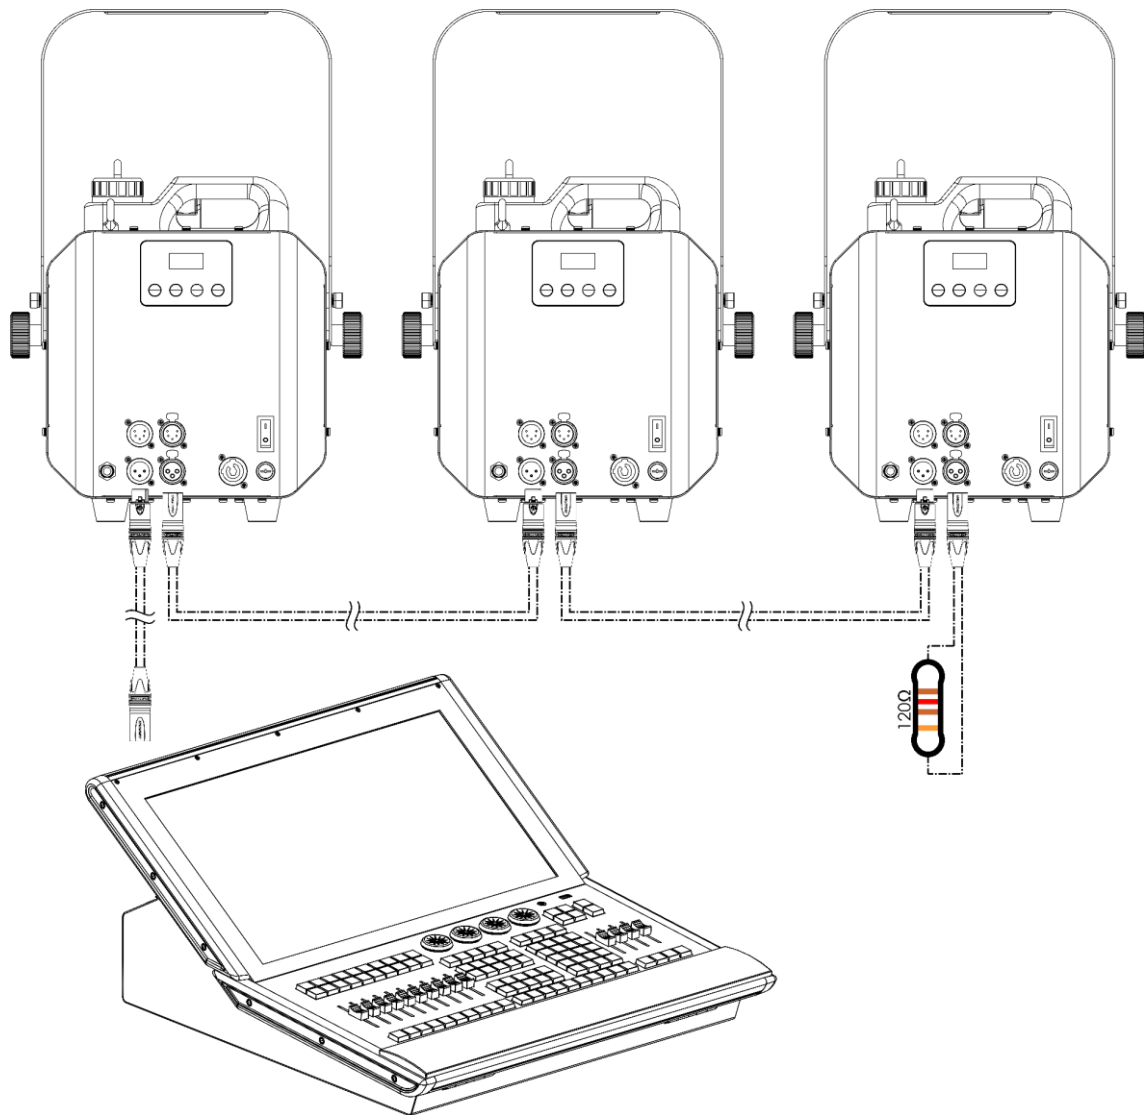

Fig. 07
- 03) Herhaal stap 2 om alle apparaten in een serieschakeling aan te sluiten zoals getoond in Fig. 07.